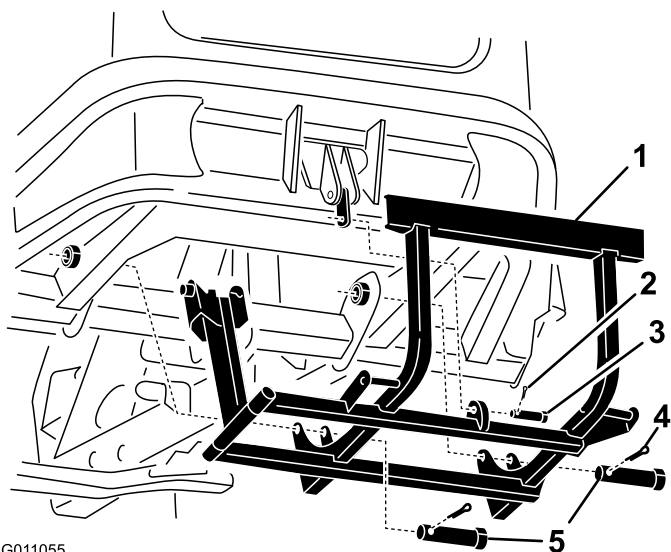

Figure 9
2. Montez le support du système de ramassage au bas de la machine avec 2 grands axes de chape et 2 grandes goupilles fendues (Figure 9).
3. Tournez le support du système de ramassage et fixez-le avec un petit axe de chape et une petite goupille fendue (Figure 9).